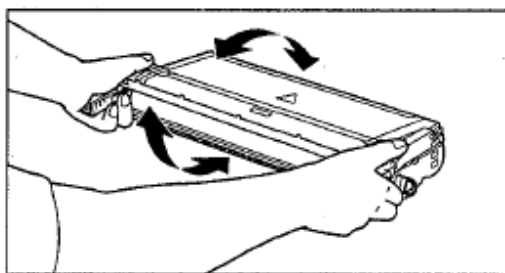

图 01-503-05
- 3) 如下图01-503-05所示的方法拿起EP-86暗盒，并慢慢的上下摇动5至6次以便使墨粉均匀分散在暗盒中。